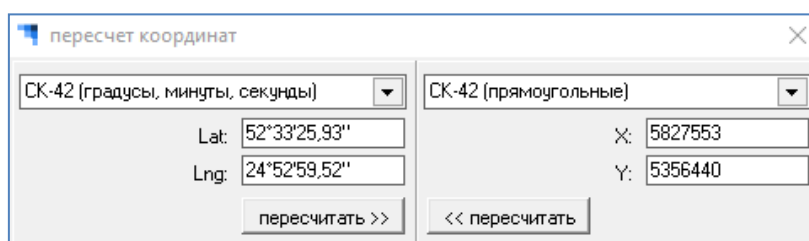

Рисунок 25 – Окно «Пересчет координат»
5.2.5 При выборе пункта «Пересчет координат» открывается окно «Пересчет координат» (Рисунок 25), позволяющее в любом сочетании между собой пересчитывать следующие координаты: